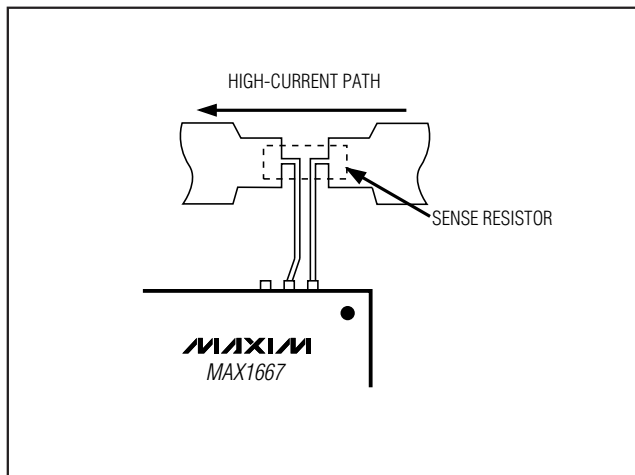

図12. 電流検出抵抗用のケルビン接続
- 電流検出抵抗のトレース長をできるだけ短くし、電流を正確に検出するためにケルビン接続にします(図12)。